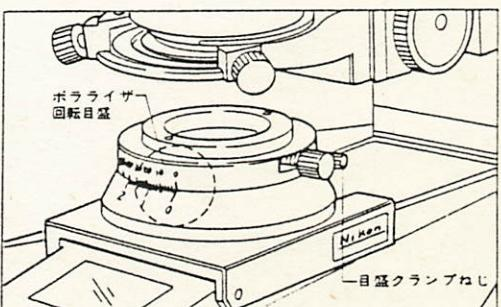

図19
- 8) 目盛クランプねじを緩め、ポラライザの回転目盛を0°にし、目盛をクランプします。（図19）